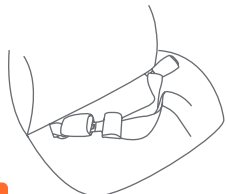

Fig. 37-2
5. Abroche el cinturón de seguridad teniendo cuidado de que el cinturón de seguridad no esté torcido y esté enganchado seguramente en la hebilla apropiada y no en la adyacente (Fig. 37-2).